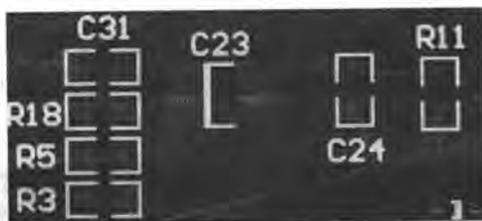

图 9-97 建立网络连接
- [7] 单击 **确认** 按钮返回，关闭【网络表管理器】对话框，此时编辑窗口中的元件“C24”已经建立起了相应的网络连接，以预拉线的形式显示出来，如图 9-97 所示。